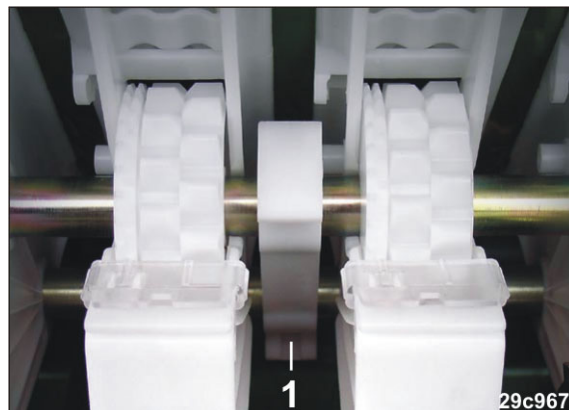

Рис. 133
3. Раскройте прижимную опору высевного вала (Рис. 133/1).